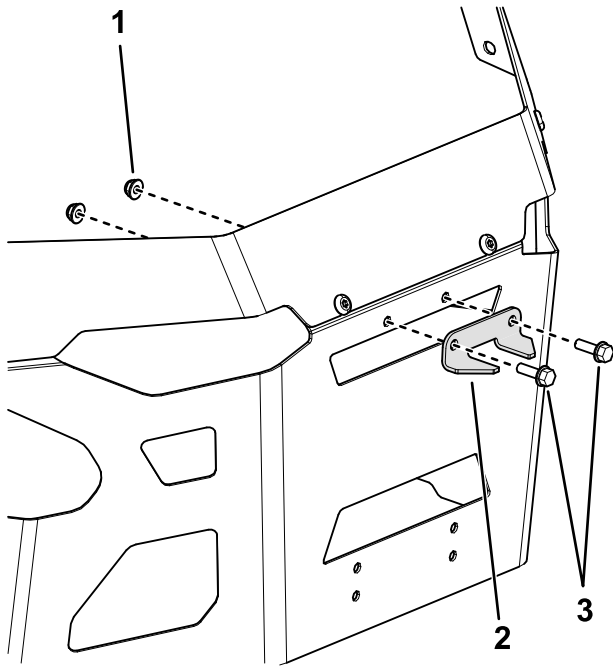

Bild 5
1. Befestigen Sie den Stabilisatorbügel mit zwei Schrauben ($\frac{5}{16}$ " x 1") und zwei Sicherungsmuttern ($\frac{5}{16}$ " an der Schutzvorrichtung, wie in Bild 5 dargestellt.